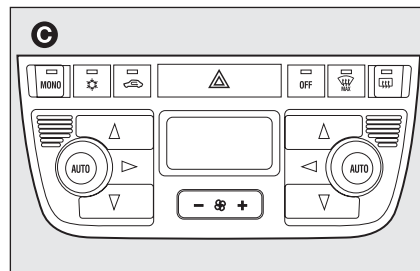

fig. 7
- con climatizzatore automatico bi-zona **C-fig. 7**.